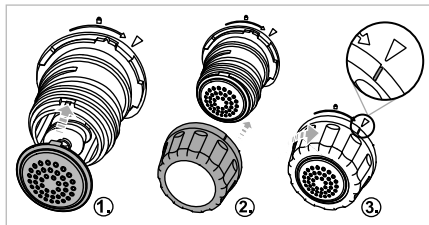

Fig. 5
- 8) Seleccione el disco moldeador **8** adecuado (consulte el capítulo **9. Discos moldeadores**) y colóquelo sobre el soporte **12** de forma que ambos encastres del disco moldeador **8** encajen en los alojamientos del soporte **12** (**fig. 5**).
- 9) Coloque la fijación del disco moldeador 14 sobre el soporte 12 y gírela en sentido horario hacia el símbolo  para fijarla (fig. 5). En caso necesario, sujete bien el disco moldeador 8 con la otra mano.